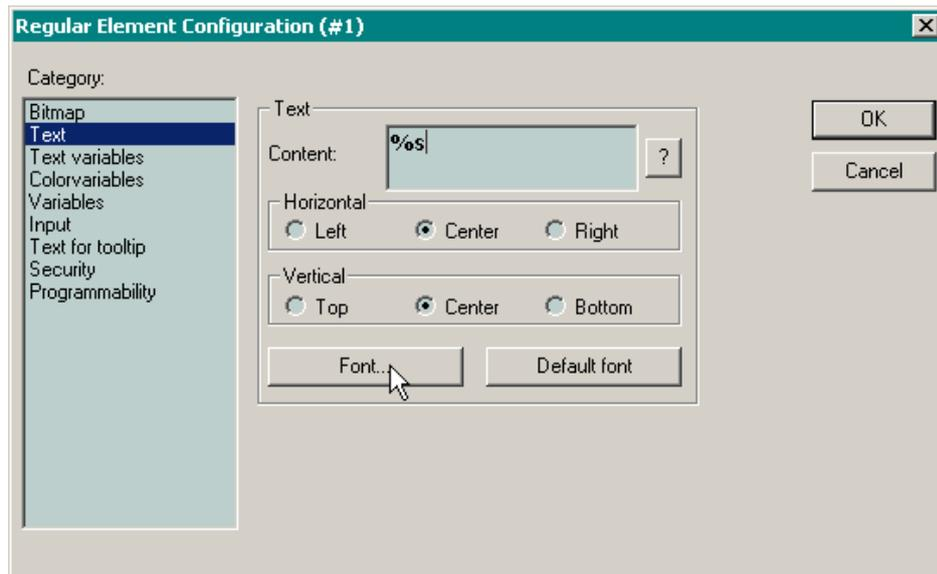

Рис. 63. Ввод спецификатора вывода текстовой строки
6. В поле **Content** категории свойств **Text** введите спецификатор вывода текстовой строки %s, как показано на рис. 63.